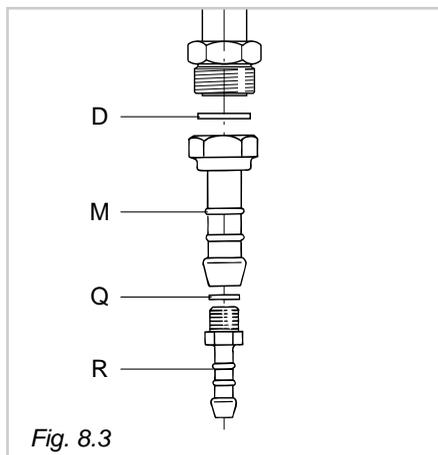
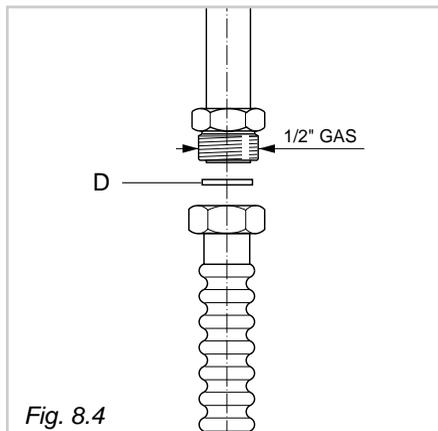

Fig. 8.3
Fig. 8.4
- Montare il raccordo portagomma "M" interponendo la guarnizione di tenuta "D" (fig. 8.3).
- Montare la riduzione "R" con interposta la guarnizione "Q" (fig. 8.3).
Il gruppo di raccordo (fig. 8.3) si compone di:
Per effettuare il collegamento gas è necessario togliere il portagomma "M" (fig. 8.3) ed avvitare direttamente sulla rampa il terminale del tubo metallico interponendo la guarnizione "D" (fig. 8.4).
La guarnizione D e Q (fig. 8.3) sono gli elementi che garantiscono la tenuta della connessione raccordo-rampa.